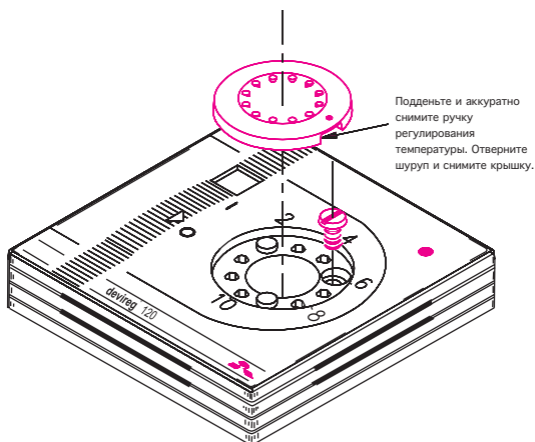

Рис. 2.
2. Для открытия крышки терморегулятора вначале подденьте и аккуратно снимите ручку регулятора температуры (рис.2). Отверните винт, скрытый под ручкой и крепящий крышку терморегулятора, после чего снимите ее.
6. Закройте крышку терморегулятора, заверните крепежный винт и аккуратно поставьте на место ручку регулятора температуры. Перемещением красного и синего стопоров можно ограничить диапазон изменения температуры (рис.2). Убедитесь, что ручка регулятора температуры легко вращается от одного крайнего положения до другого.